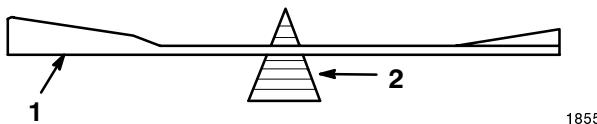

Bild 39
2. Überprüfen Sie die Auswuchtung des Schnittmessers auf einer Messerwaage (Bild 39). Wenn das Schnittmesser in seiner horizontalen Position bleibt, ist es ausgewuchtet und kann wiederverwendet werden. Feilen Sie, wenn das Schnittmesser nicht ausgewuchtet ist, an der Rückseite des Messers etwas Metall ab. Wiederholen Sie diesen Vorgang, bis das Messer ausgewuchtet ist.